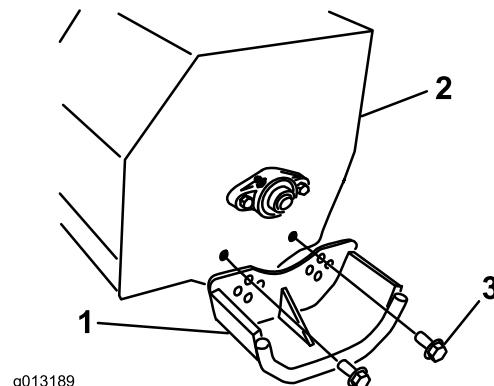

Bild 7
- Entfernen Sie die Schrauben, mit denen die Kufen am Gehäuse befestigt sind (Bild 7).
4. Positionieren Sie die Kufen auf beiden Seiten gleichmäßig und befestigen Sie diese mit den Schrauben (Bild 7).